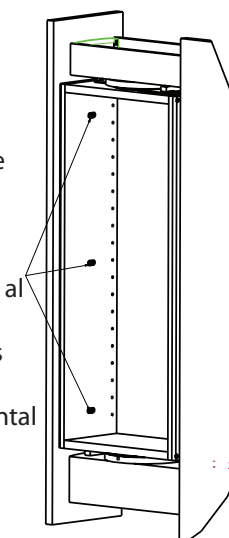

Fig 4
**Step 2:** Once the panel is secured in the proper location on the front of the armoire with the double sided tape, attach permanently with No. #8 X 1 1/4" screws provided. Be sure to use all (3) screws to ensure that the panel will not pull from the front of the cabinet. (See figure 4)
**Etape 2:** Quand le panneau est fixé au bon endroit sur l'avant de l'armoire avec de la bande adhésive à double côté, l'attacher de façon permanente avec les vis NO8 X 1 1/4" fournies. Soyez sûr d'utiliser chacune des (3) vis pour s'assurer que le panneau ne se détachera pas de l'avant du caisson. (Voir Figure 4)